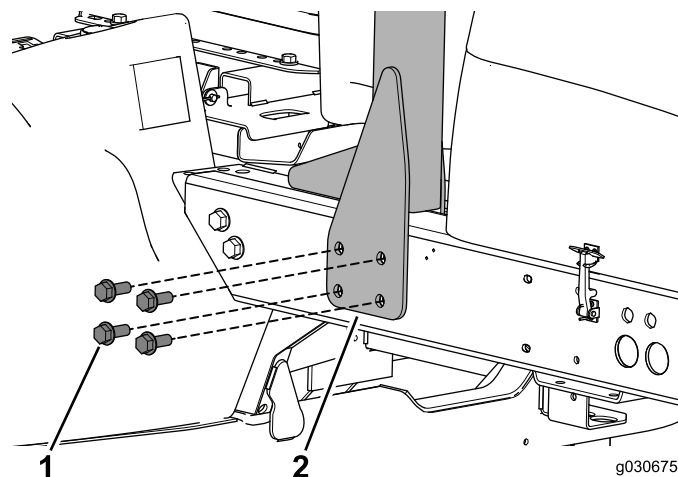

Figura 6
1. Rimuovete e conservate i bulloni che fissano il ROPS sul lato sinistro della macchina (Figura 6).